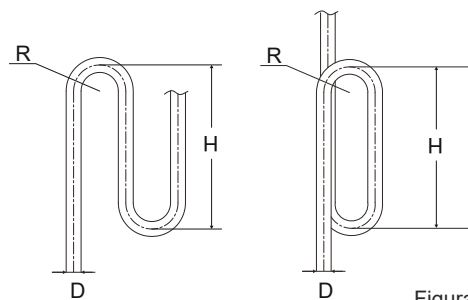

Figura 4.8
- Cuando la unidad exterior está por encima de la unidad interior y la diferencia de nivel excede de los 20 m, se recomienda establecer un sifón de aceite por cada 10 m de intervalo en el tubo de gas de la tubería principal. Las especificaciones recomendadas del codo de retorno de aceite se muestran en la figura 4.8.
- Requisito 3:** La mayor diferencia de nivel entre la unidad interior y la unidad exterior no debe exceder los 110m (si la unidad exterior está arriba) o los 110m (si la unidad exterior está debajo). Además: (i) Si la unidad exterior está por encima y la diferencia de nivel es superior a 20 m, se recomienda establecer un codo de retorno de aceite con las dimensiones especificadas en la figura 4.8 cada 10 m en la tubería de gas de la tubería principal; y (ii) si la diferencia de nivel es superior a 40 m (la unidad exterior está por debajo) o a 50 m (la unidad exterior está por encima), el tamaño de la tubería principal (L1) debe aumentarse según la tabla 4.7.